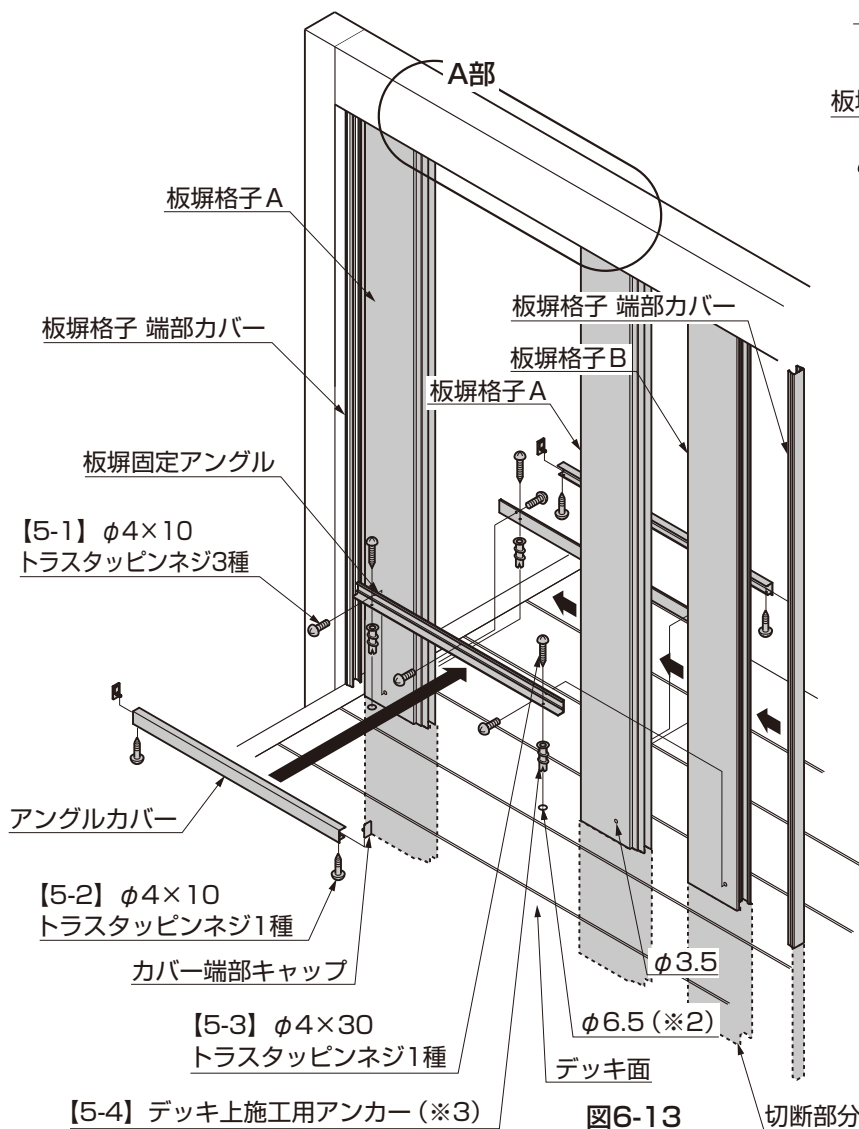
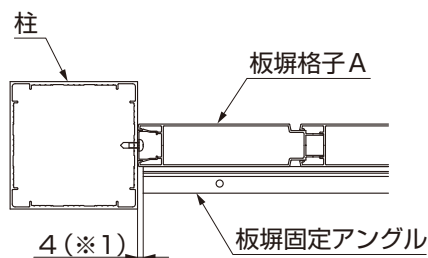
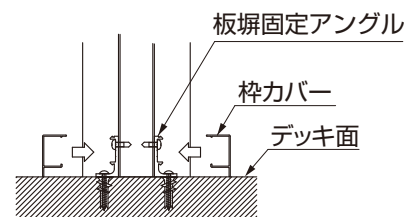

図6-13
図6-15
図6-16 断面図
- ①板塀格子 端部カバー、板塀格子 A・板塀格子 Bを必要寸法に切断してください。
- ②板塀格子 A・板塀格子 Bを板塀格子 端部カバーにはめ込み、板塀取付レールに【4-2】で取付けてください。
- ③寸法(※1)を確認して板塀固定アングルの取付け位置を決め、板塀格子 A・板塀格子 Bにφ3.5の穴をあけてください。(図6-13、図6-15参照)
- ④板塀固定アングルを【5-3】、【5-4】でデッキに取付けてください。
(5) H16柱接続埋込み施工の場合
①穴加工した板塀格子 端部カバーを柱に【1-1】で取付けてください。(図6-15、図6-16参照)
- フレーム施工用具をガイドに使うことで柱の中央に板塀格子 端部カバーを取付けることができます。(図6-16参照)